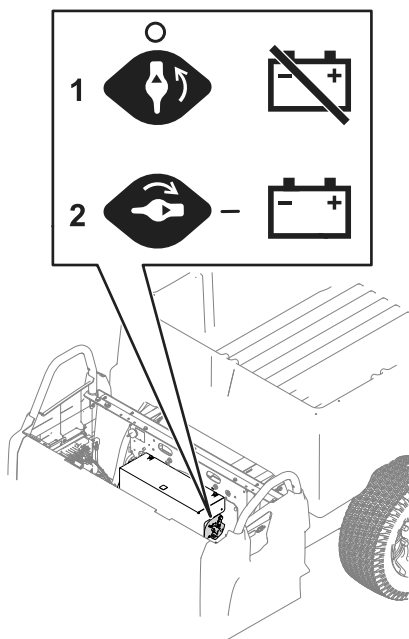

Figura 44
3. Desloque o interruptor de desconexão das baterias para a posição desejada, conforme mostrado na Figura 44.